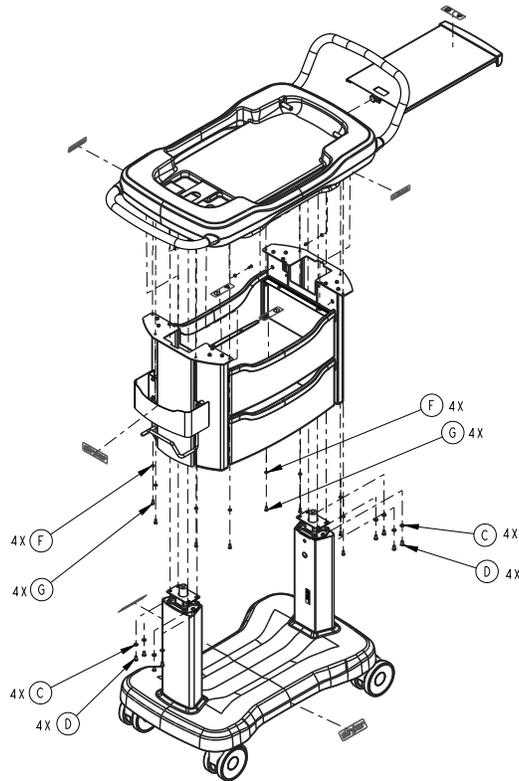

Figure 13 – Ensemble de colonne et tiroir
1. À l'aide d'une clé à six pans de 1/8 po, retirer les huit vis (G) et rondelles (F) qui fixent l'ensemble de colonne et tiroir au support de la nacelle supérieure (Figure 13). Conserver les vis et les rondelles.
3. À l'aide d'une clé à six pans de 5/32 po, retirer les huit vis (D) et rondelles (C) qui fixent le support du vérin au support de la nacelle supérieure sur le vérin pneumatique (Figure 13). Conserver les vis et les rondelles.